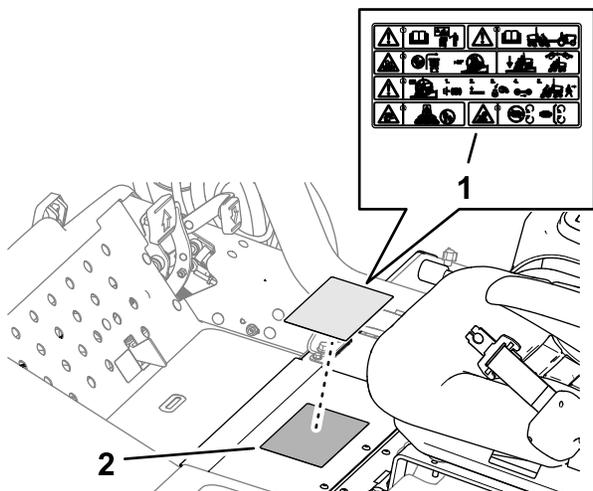

Рисунок 23
1. Начисто протрите стандартную предупреждающую наклейку спиртом и дайте раме высохнуть (Рисунок 23).
2. Снимите подложку и приклейте наклейку с маркировкой CE (№ по кат. 121-7928) поверх стандартной предупреждающей наклейки, как показано на Рисунок 23.